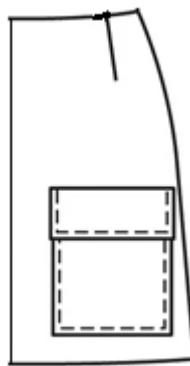

Рисунок 1 – Фрагмент юбки. Переднее полотнище с накладным карманом и клапаном
Второй этап: Моделирование фрагмента заданной модели **«Фрагмент переднего полотнища юбки с карманом»** (стр. 7, рис. 1) в натуральную величину и изготовление лекал
Третий этап: Изготовление (пошив) образца фрагмента заданной модели (стр. 7, рис. 1) женской юбки.
1) Внешний вид фрагмента заданного изделия должен полностью соответствовать техническому рисунку модели и художественно-техническому описанию (стр. 3, табл.1) и рисунку фрагмента (стр. 7, рис. 1).